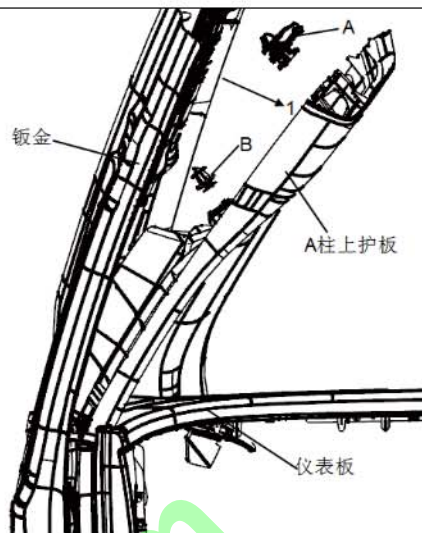

图 1-58 A 柱上护板拆卸示意
- (1) 松开 A 柱配合区域的门框密封条
- (2) 拆除 A 柱除霜风口盖板
- (3) 拆除 A 柱上护板
- (4) 使用缠有保护胶带的一字螺丝刀沿图 1-58 中箭头 1 方向往外撬出前部底边，用双手往外掰。
- (5) 把塑料卡扣紧固点（3 个）从钣金分离后，沿图图 1-58 中箭头 2 方向往上拿出 A 柱上护板。